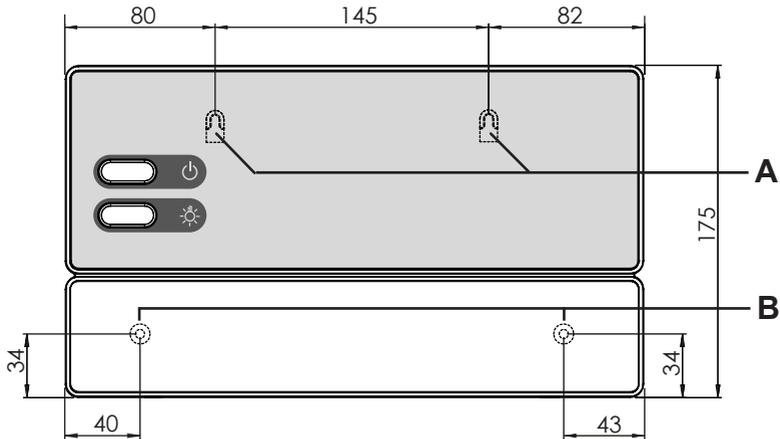

Bild2 Position på upphängningsanordningen och monteringshålen (mått i mm)
1. Skruva in två stjärnskruvar (16 mm) på ca 1,70 m höjd i bastuväggen tills 7 mm sticker ut. De båda skruvarna måste ha ett avstånd på 145 mm till varandra (se **Bild2**).
3. Häng upp bastustyrenheten i upphängningsanordningen **A** på de inskruvade skruvarna (se **Bild2**).
4. Skruva in två stjärnskruvar (16 mm) i de nedre hålen **B** (se **Bild2**).